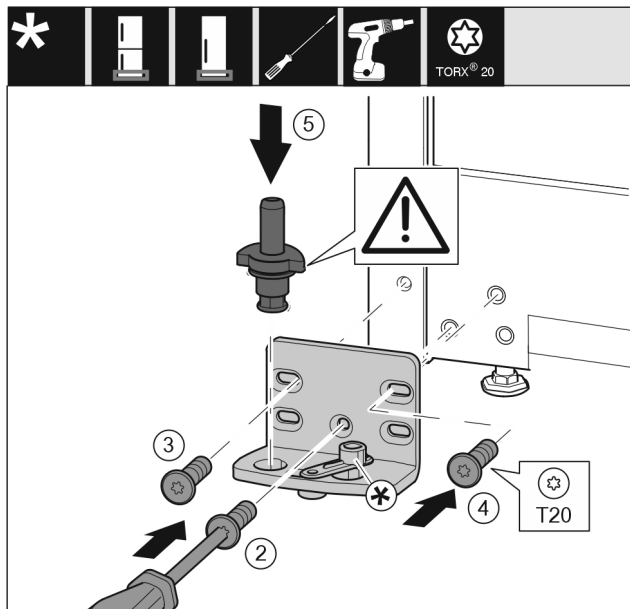

Fig. 17
- Założyć płytkę zawiasu z drugiej strony i przykręcić śrubokrętem. Rozpocząć od śruby Fig. 17 (2) dolnej umieszczonej na środku.
- Dokręcić śrubę Fig. 17 (3) i śrubę Fig. 17 (4).
- Założyć cały trzpień zawiasu Fig. 17 (5). Zwrócić przy tym uwagę, by krzywka zatrzaskowa wskazywała do tyłu.